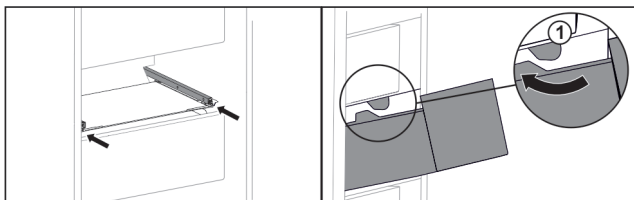

Fig. 149
- ▶ Før skuffen omkring stoppe Fig. 149 (1).